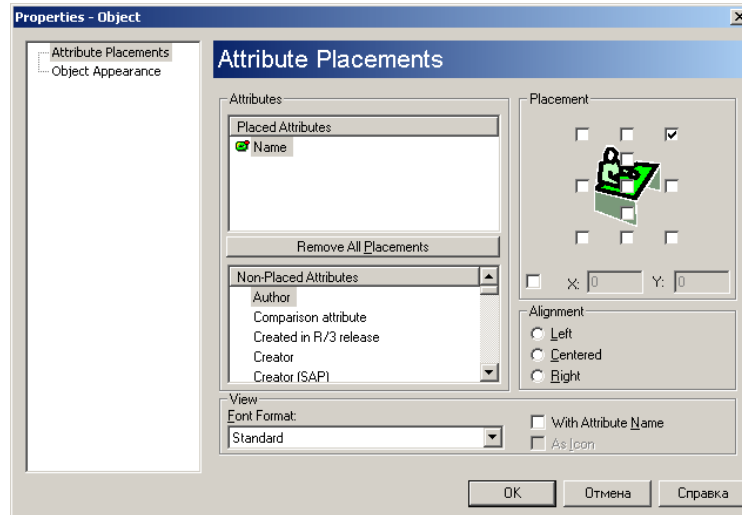

Рис. 8. Окно свойств объекта
- Еще раз вызовите контекстное меню и выберите *Properties*. Слева в списке атрибутов щелкните по *Attribute Placements* (рис. 8). Так как имя – это единственный атрибут для отображения, то он уже выделен. В окне предварительного просмотра поставьте птичку в верхнем правом квадрате и щелкните по кнопке *OK*.